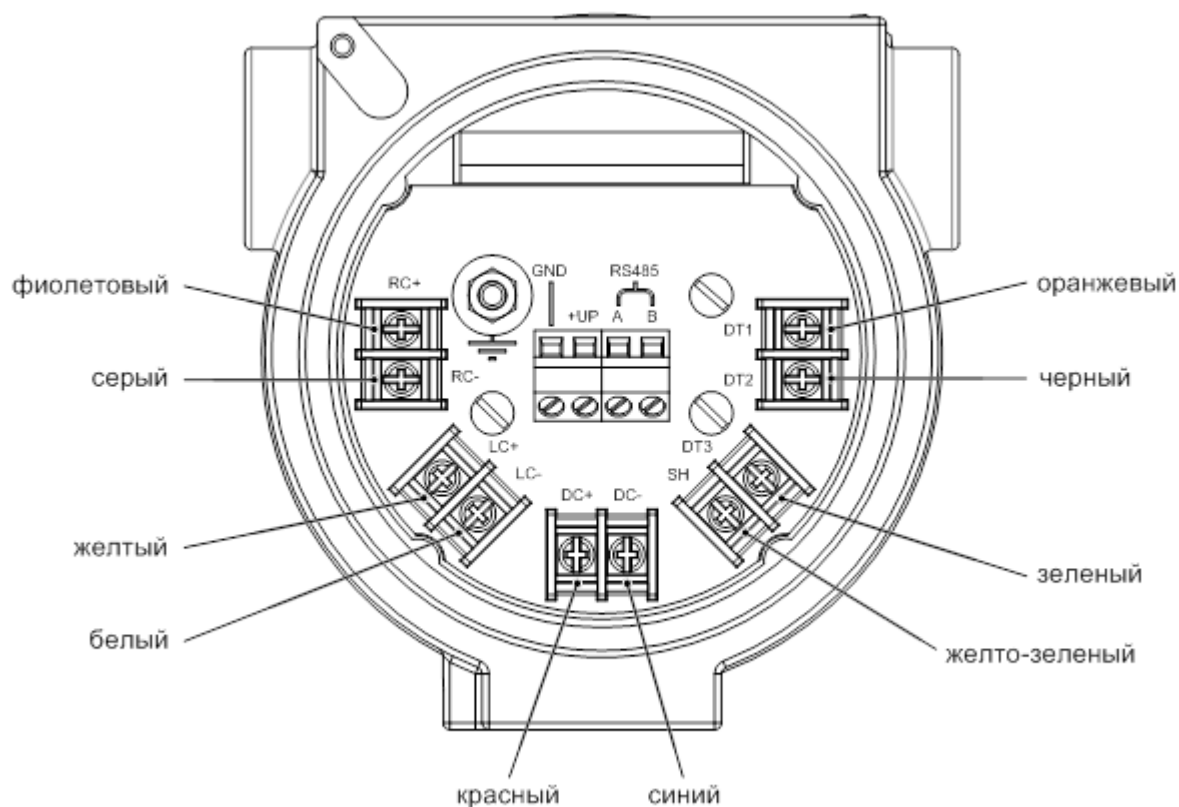

Рисунок 2.6 – Клеммная колодка для подключения специального кабеля¹.
- 5) Зажмите девять проводов кабеля в клеммные колодки в соответствии с цветами изоляции (рисунок 2.6), зажмите экранированный проводник (прилож. Е) в клемму SH;
5) Зажмите девять проводов кабеля в клеммные колодки в соответствии с цветами изоляции (рисунок 2.6), зажмите экранированный проводник (прилож. Е) в клемму SH.
11) Зажмите четыре провода кабеля в клеммные колодки так, чтобы одна витая пара была подключена к клеммам «RS485 A, B», вторая витая пара должна быть подключена к клеммам «+UP» и «GND» (рисунок 2.6). В исполнении по компоновке I кабель уже подключен к цепям в МП по следующей схеме:
12) Подсоедините экранирующий проводник кабеля к винту заземления внутри корпуса ИМ (рисунок 2.6);
- 5) Зажмите четыре провода кабеля в клеммные колодки в соответствии со схемой монтажа, выбранной в п.2.2.10 (рисунок 2.6);
- 6) Если для подключения используется экранированный кабель, подсоедините экранировку к винту заземления внутри корпуса клеммной коробки (рисунок 2.6);